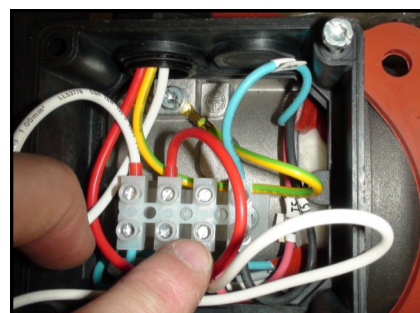

Fig. 3.9
Le fil blanc se connecte à (L), le fil rouge se connecte à (N), et le fil de terre se connecte à la vis de mise à la terre du ventilateur (Fig. 3.9).